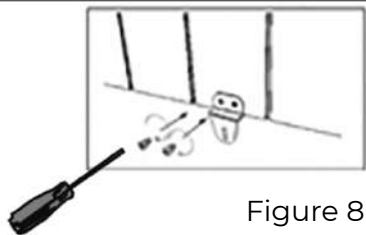

Figure 8
4. Vissez les deux supports (A) (ou un support, selon le modèle) à l'arrière du radiateur avec les quatre vis (E) (ou deux vis, selon le modèle).
Remarque : les deux supports (A) sont vissés dans les trous situés sur la partie arrière inférieure du radiateur, aux deux extrémités. (Figure 8).